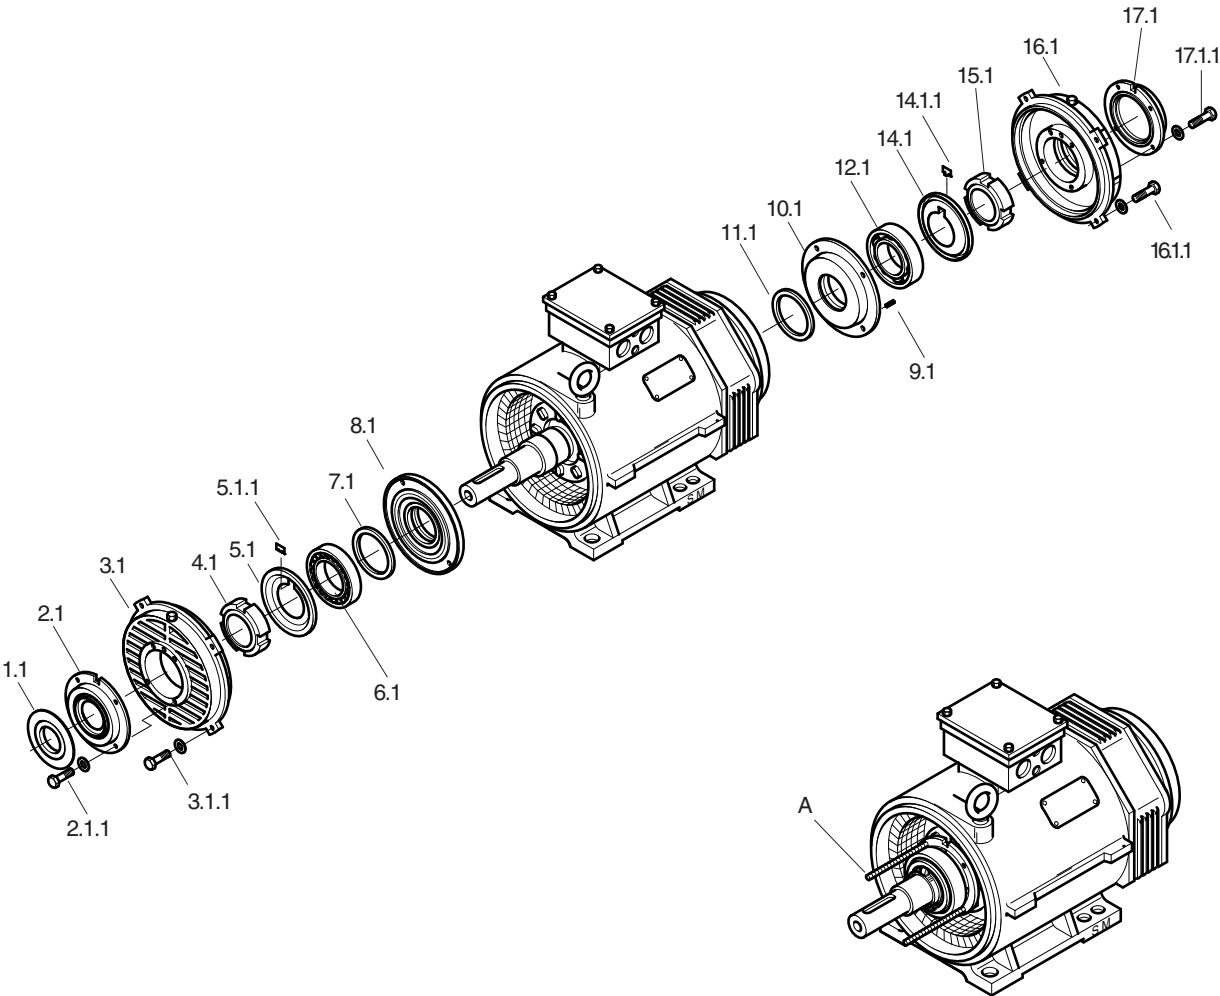

Figura 15: Substituição do mancal AH 355+400
5.6.2 Montagem no caso de rolamento ranhurado de esferas do lado do accionamento e do lado contrário (→ Figura 15)(Para rolamento de rolos cilíndricos no lado do accionamento, consulte o ponto 5.6.4).